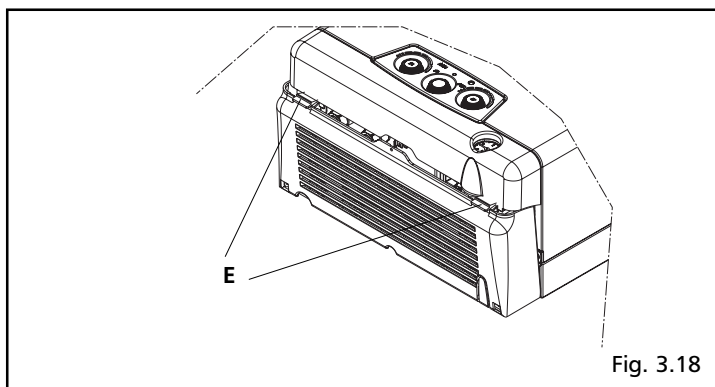

Fig. 3.18
- ruotare verso l'alto la copertura raccordi fino a che le due linguette (E) si posizionino a scatto nella copertura solidale al mantello (fig. 3.18).
- premere sulle due linguette (E) sgancian-dole (fig. 3.18)